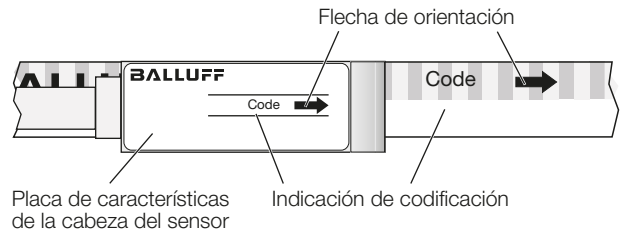
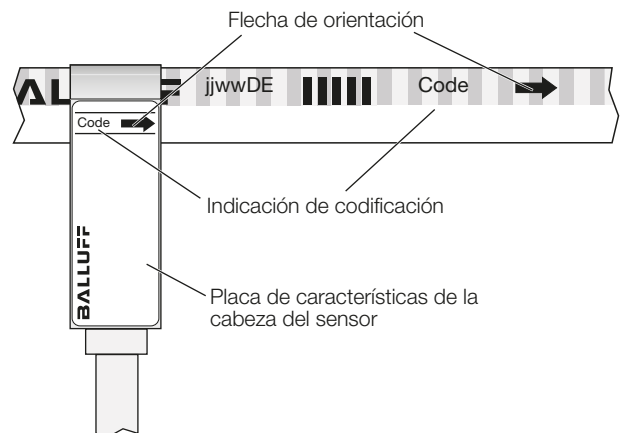

Fig. 4-1: Alineación de la cabeza del sensor con respecto al cuerpo de medición – Variante longitudinal
Fig. 4-2: Alineación de la cabeza del sensor con respecto al cuerpo de medición – Variante transversal
- La flecha impresa en el cuerpo de medición debe estar orientada en el mismo sentido que la flecha que figura en la placa de características de la cabeza del sensor (véase Fig. 4-1 y Fig. 4-2 en la página 10).